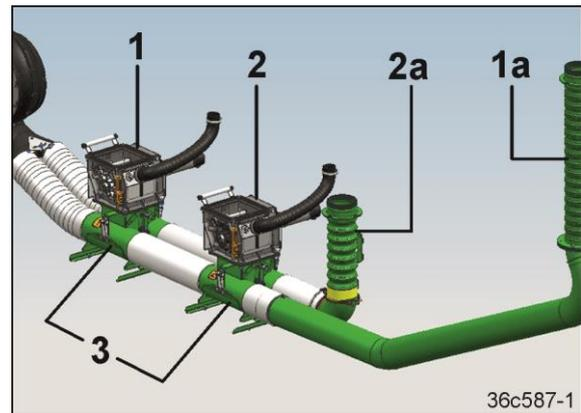

Fig. 100
- 1 Dosierer vorne (Fig. 100/1)
- 1 Dosierer hinten (Fig. 100/2) für FerTeC-Schare
- 2 Doppelschleusen (Fig. 100/3)
- 1 Verteilerkopf (Fig. 100/1a) für Control-Schare RoTeC pro oder Doppelscheibenschare TwinTeC+
- 1 Verteilerkopf (Fig. 100/2a) für FerTeC-Schare
Dosierer vorne (Fig. 100/1)
- fließt das Saatgut aus der vorderen Behälterkammer in das linke Förderrohr zum Saatgut-Verteilerkopf (Fig. 100/1a)
Dosierer hinten (Fig. 100/2)
- fließt das Dosiergut aus der hinteren Behälterkammer in das rechte Förderrohr zum FerTeC-Verteilerkopf (Fig. 100/2a)